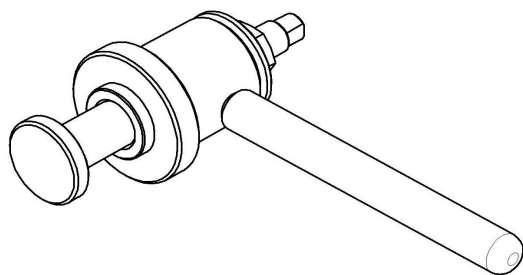

Рис.36 Приспособление для запрессовки манжет.
- используя приспособление для запрессовки манжет (см. рис.36) установить манжету 1;